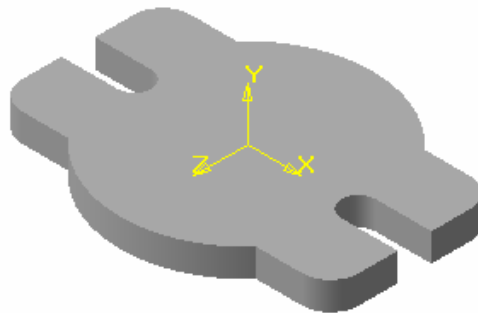

Рис. 5.6.
Завдання. Виконайте просторову модель пластини, зображеної на рис. 5.6. Товщина пластини – 10 мм.
14. Знову змініть конструкцію деталі. Виконайте деталь, у якій стінка, дорівнює 2 мм, але скористайтесь операцією *Оболонка*. Відредагуйте елемент *Витискування*, прибравши тонку стінку. Деталь набере первинного вигляду, рис. 5.6.